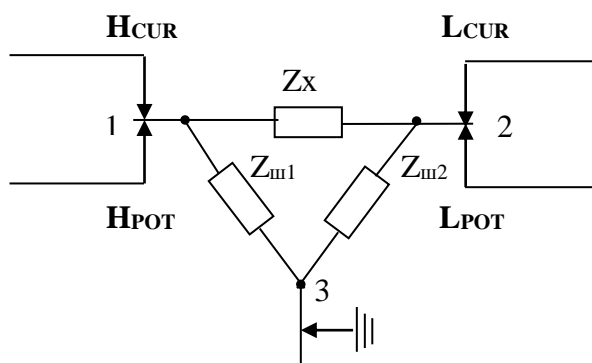

Рисунок 9.3 - Схема подключения трехзажимного объекта
9.7.1 Трехзажимный объект может быть представлен треугольником комплексных сопротивлений (рисунок 9.3).